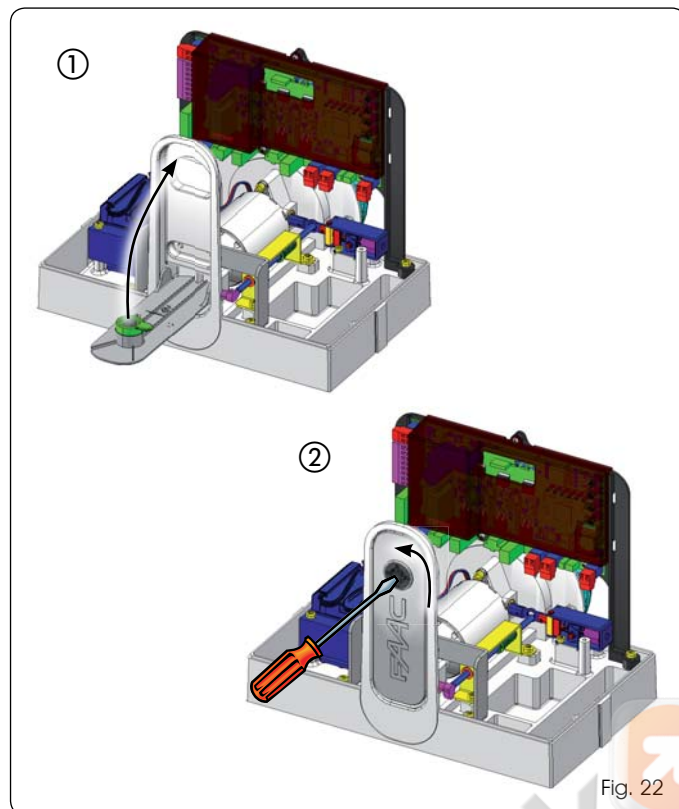

Fig. 22
1. Lever totalement le levier de déverrouillage jusqu'à l'arrêt mécanique, Fig. 22 réf. ①.
2. Tourner le déverrouillage dans le sens anti-horaire d'après la Fig. 22 réf. ②.